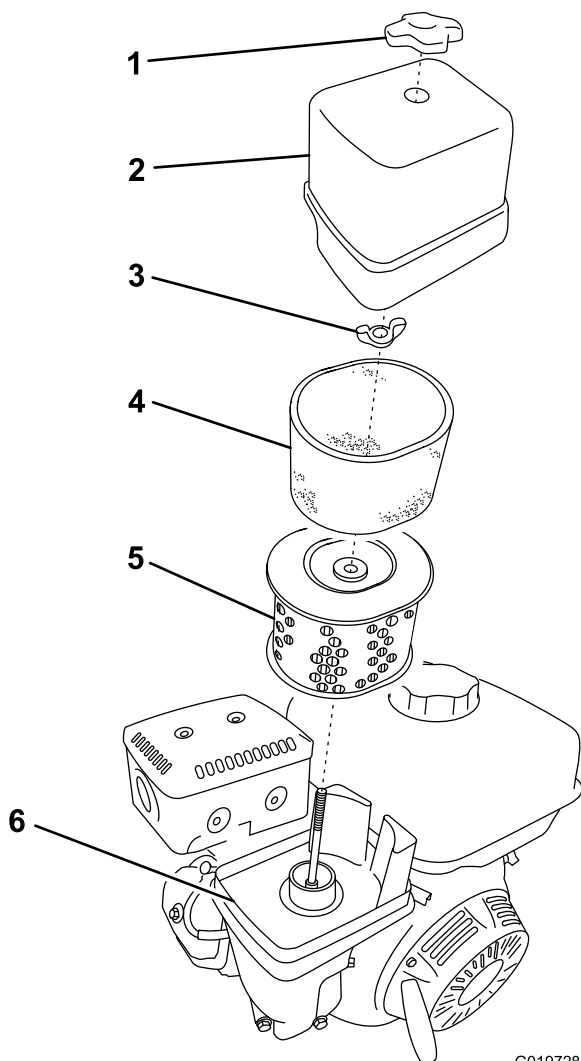

Figura 31
3. Retire la tuerca que sujeta la tapa (Figura 31).
5. Separe cuidadosamente de la base los elementos de gomaespuma y de papel (Figura 31).
6. Separe el elemento de gomaespuma del elemento de papel (Figura 31).